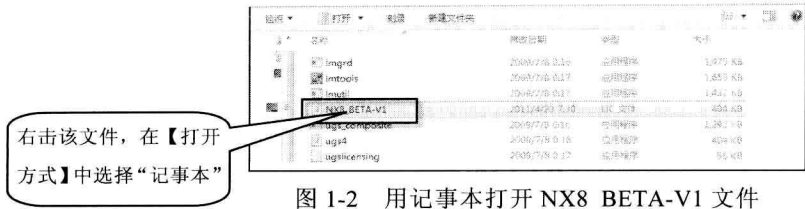

图 1-2 用记事本打开 NX8\_BETA-V1 文件
**Step 02** 用记事本打开 NX8\_BETA-V1 文件，如图 1-2 所示。